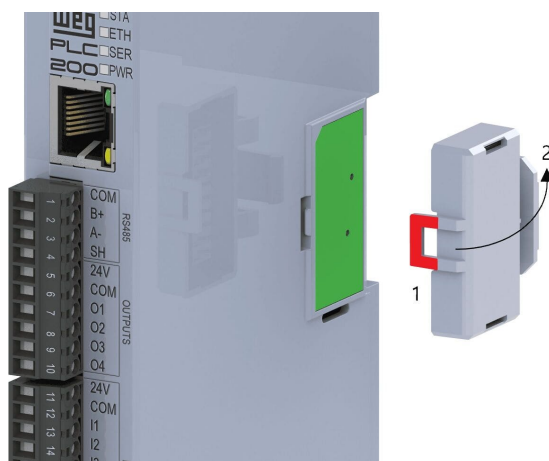

Figura 3.6: Encaje del cierre
La correcta instalación del cierre es hecha encajando primeramente la parte destacada en rojo (1) en la Figura 3.6 en la pagina 3-4, en seguida, con un pequeño movimiento de rotación, encajar la parte (2) que se localiza en las proximidades del riel o del tablero.